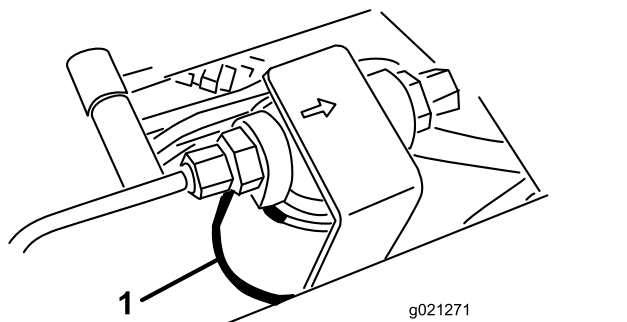
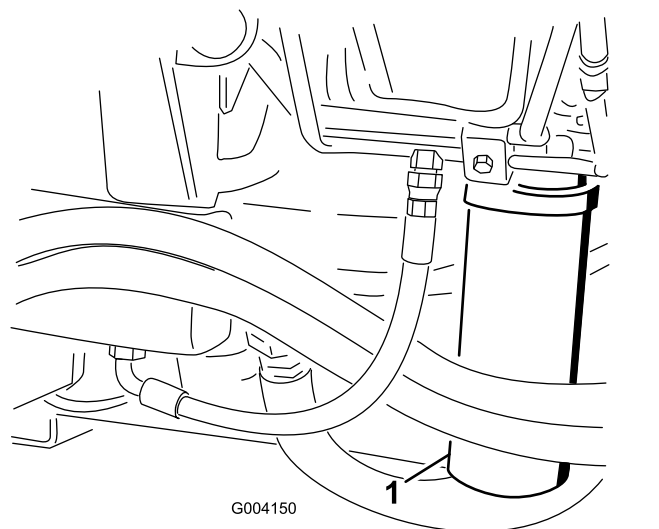

Figura 90
Figura 91
2. Pulite l'area di montaggio del filtro e collocate una bacinella di spurgo sotto il filtro (Figura 90) e (Figura 91).